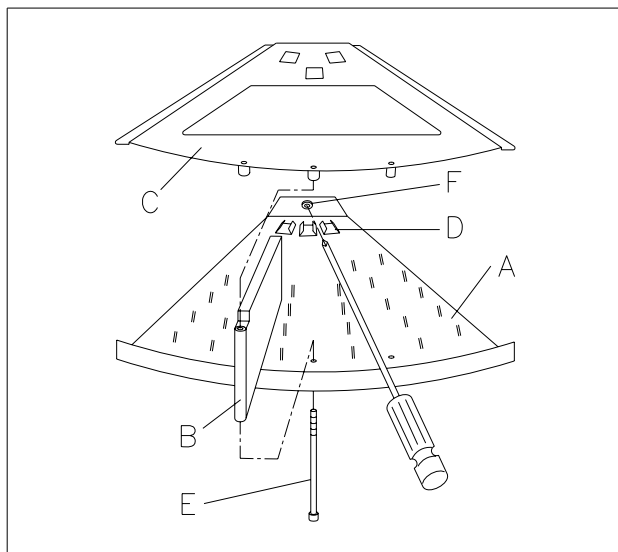

FIG. 10
- 2) Sganciare dalla colonna il settore che deve essere modificato, avvitando il rif. F FIG. 10 di un quarto di giro.
- 3) Inserire la paletta divisoria Rif.B FIG. 10 nella sede Rif.D FIG. 10 del settore Rif A
- 4) Agganciare alla paletta il settore superiore Rif C FIG. 10
- 5) Aggiungere il tirante Rif E FIG. 10 ed avvitare al settore superiore